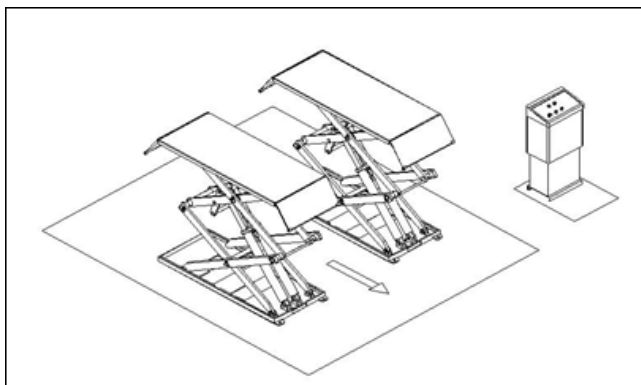

Рисунок 7
- Не заходите внутрь, так как безопасность транспортных средств повышается. **Рисунок 7)**